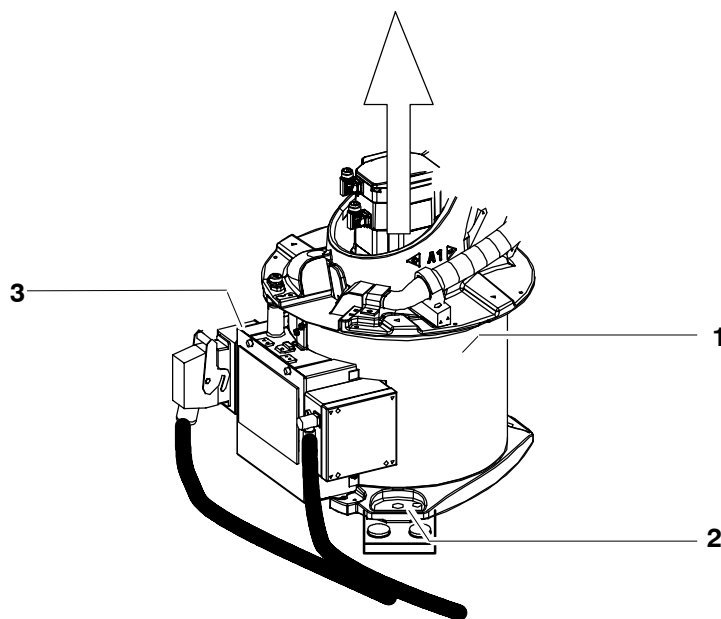

Fig. 73 Démontage du robot monté au sol
- (3) Déconnecter et retirer tous les connecteurs (Fig. 73).
- (4) Le cas échéant, démonter les câbles électriques et les flexibles des deux interfaces de l'alimentation en énergie A1 ainsi que les autres câbles de périphérie du robot.